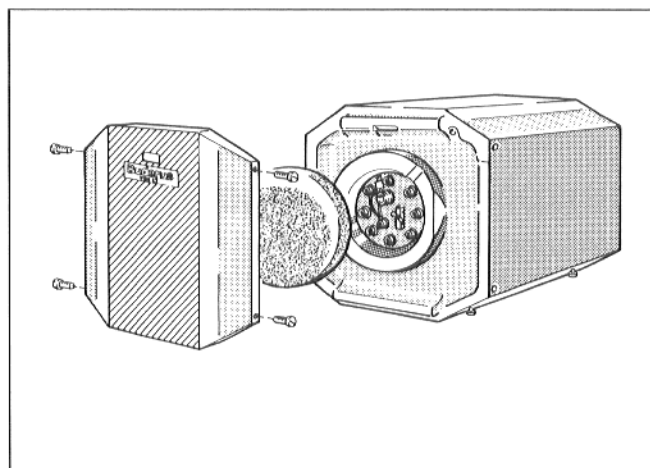

Fig. 12
- De to skruer på hver side af beholderen fjernes (Fig. 12).
- Beholderens frontstykke fjernes udadtil og isoleringskiven af blødt skum fjernes (Fig. 12).
- Isoleringsskive monteres foran låg til håndhul, og frontstykket fastskrues med 2 skruer på henholdsvis den højre og den venstre side af beholderen (Fig. 12).